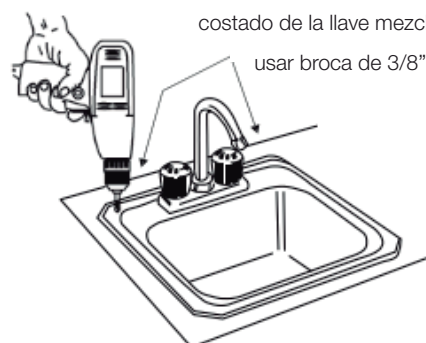

figura 1
- La manguera de descarga se conecta a la llave cuello de ganso, a su vez, se instala sobre la tarja (figura 1,2 y 3).